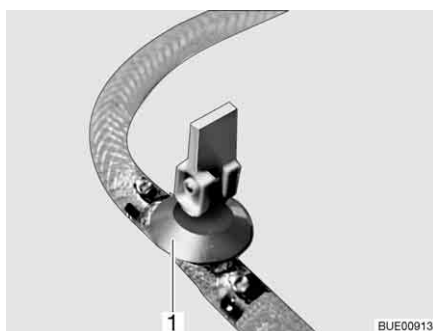
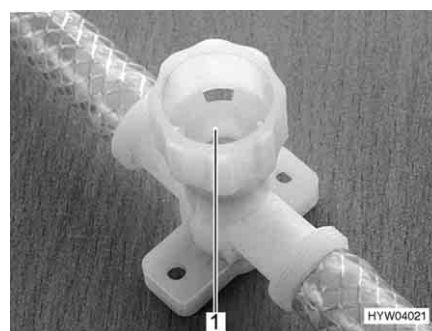

Fig. 206 Llave de desagüe (con balancín)
Fig. 207 Llave de desagüe (con tapa giratoria)
- Cerrar todas las llaves de desagüe. Para esto, poner el balancín de la llave de desagüe (Fig. 206,1) en posición horizontal o girar la tapa de la llave de desagüe (Fig. 207,1) en el sentido de las agujas del reloj.